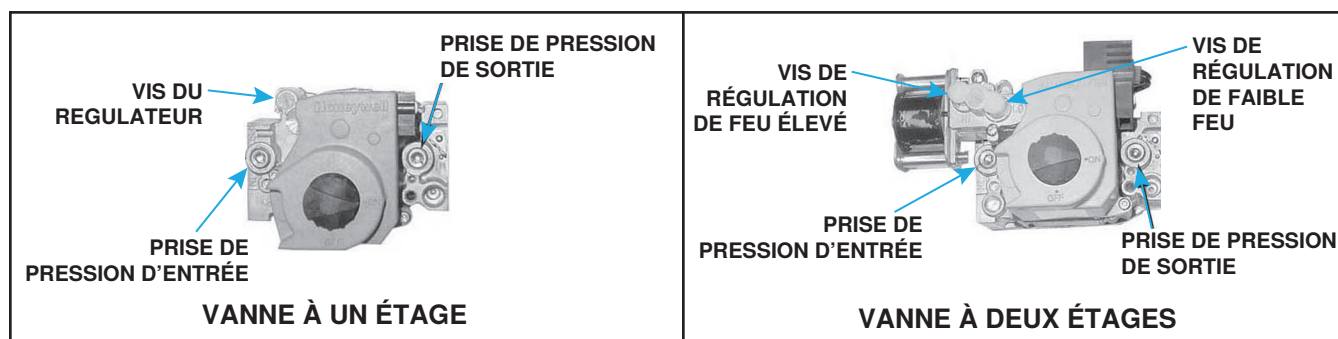

Figure 27. Vannes à gaz combinées
1. Positionnez la soupape manuelle (sur la soupape combinée) de manière à prévenir la circulation vers les brûleurs principaux et branchez le manomètre sur la prise de pression (voir Figure 27) de la soupape.
3. Normalement, aucun ajustement du régulateur réglé en usine ne devrait être nécessaire. Si un ajustement est requis, réglez la pression sur la valeur correcte en tournant la vis du régulateur (voir Figure 27) vers l'intérieur (sens des aiguilles d'une montre) pour augmenter la pression. Tournez la vis du régulateur vers l'extérieur (sens contraire aux aiguilles d'une montre) pour réduire la pression. Consultez la documentation du fabricant de la soupape qui accompagne la fournaise pour des informations plus détaillées.
2. Connectez le manomètre à la prise de pression d'entrée sur la vanne de gaz combiné (voir Figure 27).